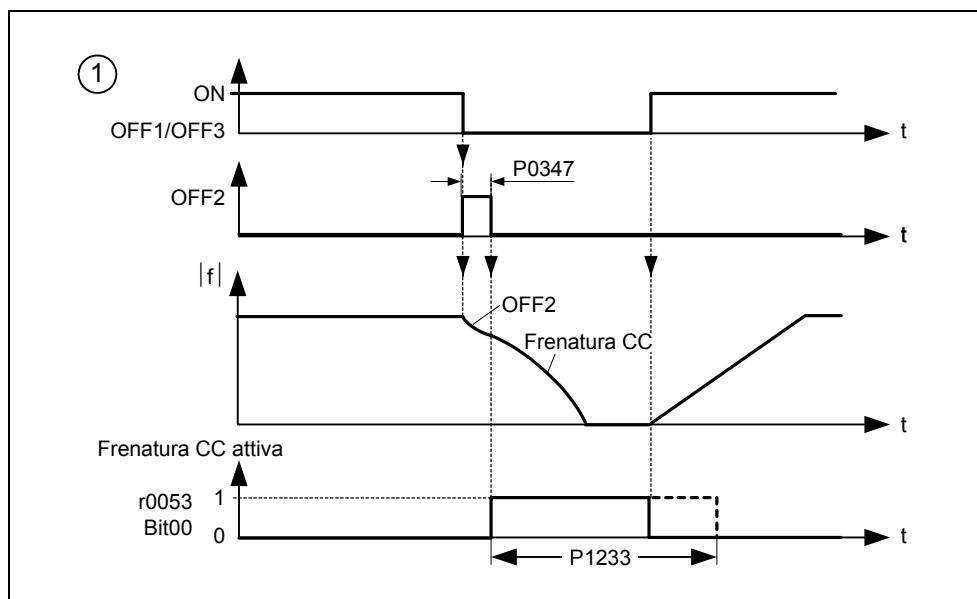

Figura 3-63 Freno in c.c. dopo OFF1 / OFF3
2. Attivazione del freno in c.c. con il comando OFF1 od OFF3 (vedi Figura 3-63)